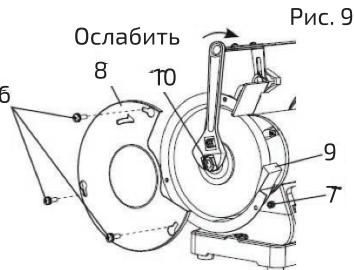

Рис. 9
3. Снять левый наружный защитный кожух шлифовального круга (8), ослабив три винта (6) и контргайки (7) при помощи крестовой отвертки (рис. 9).
4. Во избежание вращения шлифовального круга следует установить деревянный клин (9) между кругом и защитным кожухом круга (см. рис. 9).
9. Установить на место наружный защитный кожух шлифовального круга (8) и винты (6). (см. рис. 9)